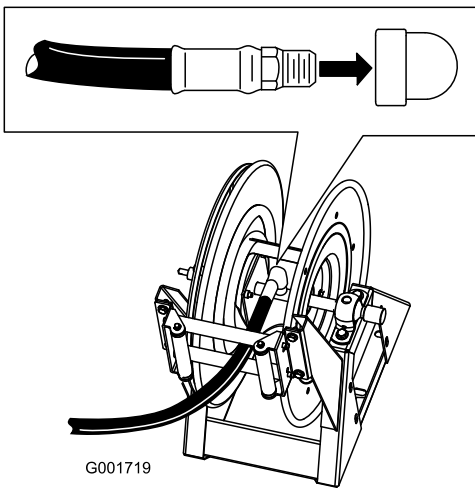

Figura 13
1. Avvolgete del nastro di Teflon attorno ai filetti del raccordo sul flessibile lungo, e montate il raccordo nel tubo di connessione sull'avvolgitubo (Figura 13).